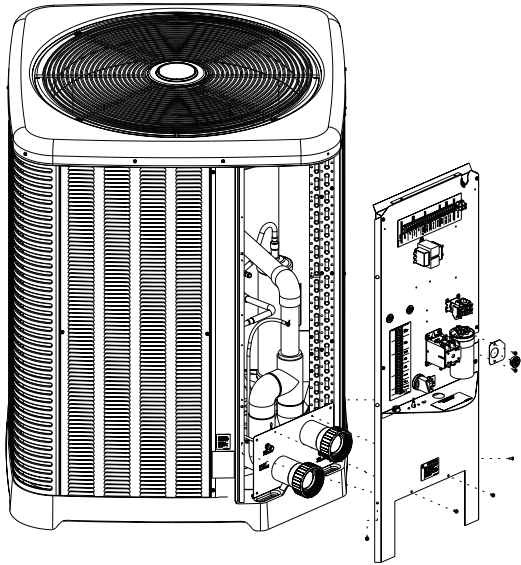

Figure 12. Vis à métaux qui retiennent le panneau de la boîte de jonction
5. Retirez les 4 vis qui fixent le panneau de la boîte de jonction au boîtier (1 de chaque côté et 2 à proximité des raccords d'eau entrée/sortie). voir **Figure 12**. Placez les vis dans la base.